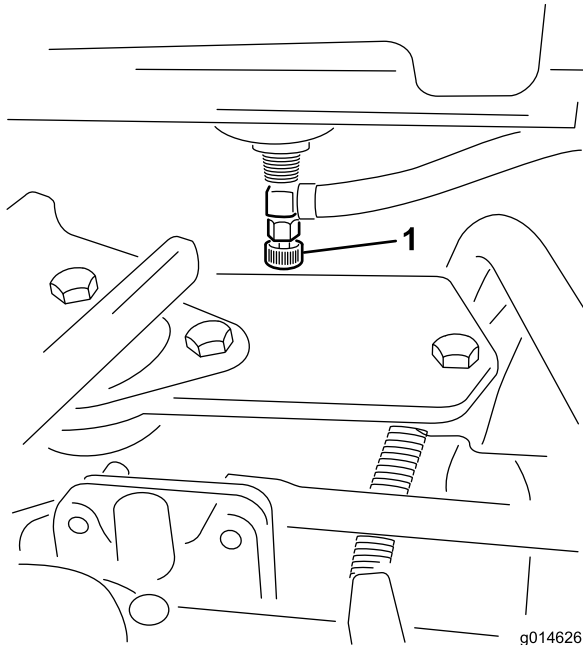

Figure 49
1. Fermez le robinet d'arrivée de carburant (Figure 49) sous le réservoir.